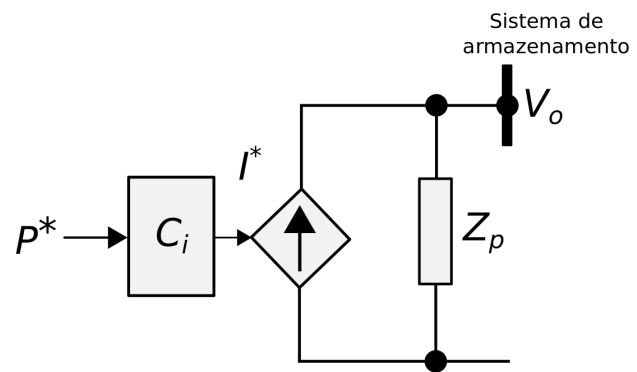

Figura 3: Representação simplificada conversor suporte à rede.
**Suporte à rede:** O principal objetivo deste modo é o despacho bidirecional de potência ativa para o barramento CC de entrada a partir do sistema de armazenamento ao qual o conversor se encontra conectado, Figura 3. No modo de operação conectado (presença de uma rede CC na entrada) o fluxo de potência com o sistema de armazenamento é ajustado pelo usuário com a definição das referências de potência. A partir dessa referência, o controle por inclinação (*droop control*) define a referência de corrente que será drenada ou